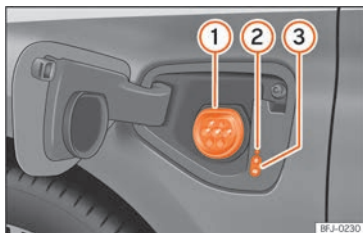

Fig. 228 Por trás da tampa de carregamento da bateria na parte dianteira esquerda: Tomada de carregamento
» **Fig. 228**
- Com o veículo destrancado, ao pressionar a tampa de carregamento da bateria esta abre-se » **Fig. 228**.